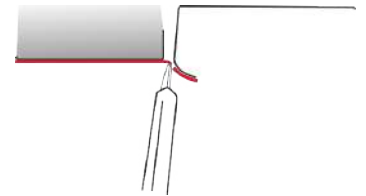

Abbildung 36
- › Nach dem Zuschnitt bleibt ein überstehender Folienrand von 2 bis 3 mm. (Abb. 36)